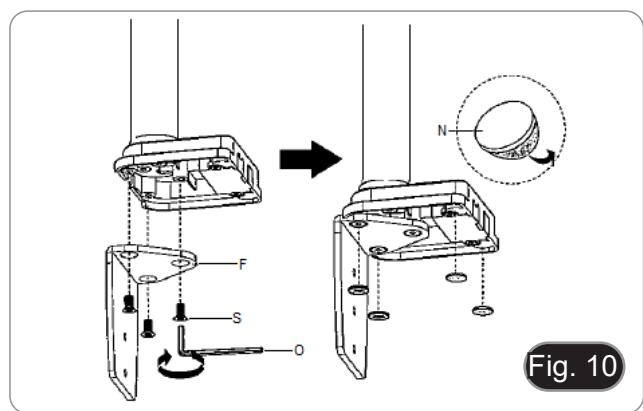

Fig. 10
- Fixer le support de pince (F) à la pince de table (C) à l'aide des trois vis (S). (Fig. 10)
- Coller les amortisseurs en caoutchouc (N) sur la pince de la table.